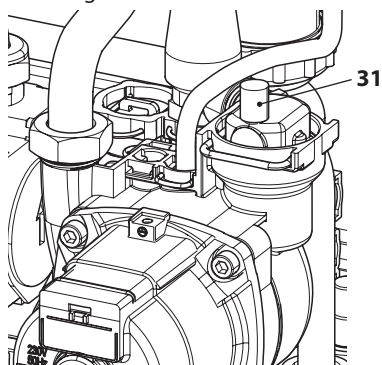
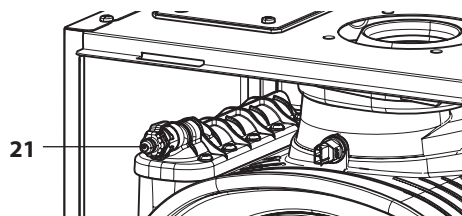

Figura 9.11
Figura 9.12
- Para facilitar el vaciado, levante el tapón 32 de la válvula de purga automática indicado en la Figura 9.11 y afloje el racor de purga del intercambiador primario de condensación 22 en la Figura 9.12.